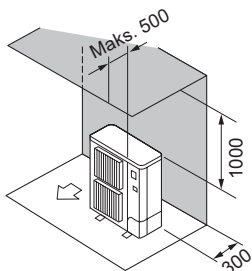

Fig. 2-7
- ② Šķēršļi tikai iekārtas aizmugurē un virs tās (Fig. 2-7)